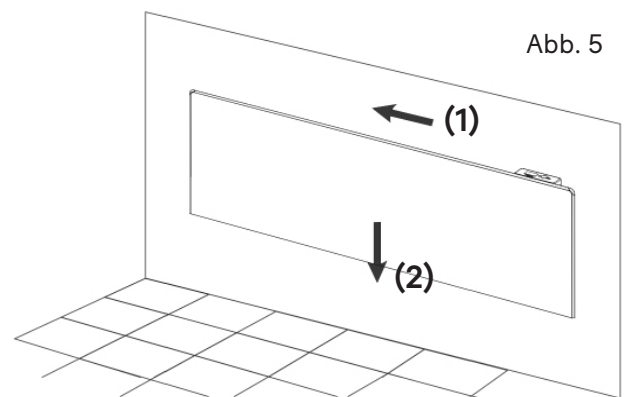

Abb. 5
- Befestigung des Geräts: Den Heizkörper nach links (1) und unten (2) schieben, sodass die Schrauben in der oberen Position einrasten (Abb. 5).